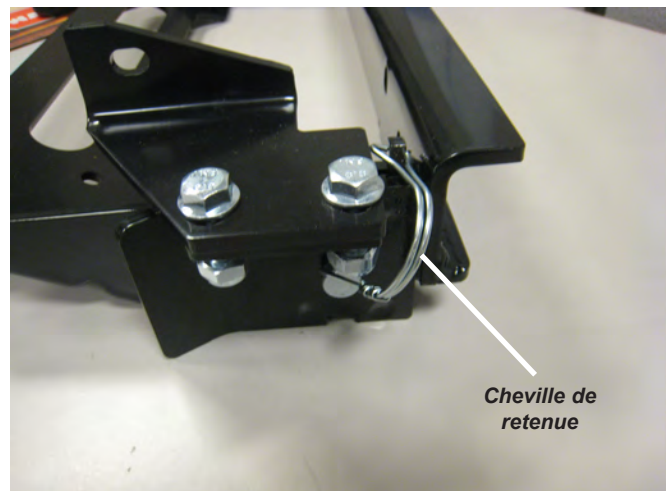

Figure 8
5. Les deux galets d'alignement étant bien enfoncés, insérez les chevilles de retenue. Une fois l'insertion faite, accrochez les fixations de retenue des chevilles à la languette de verrouillage du kit de montage de lame (voir la figure 8). Pour plus d'informations, consultez la section « Installation de la lame » du manuel de l'utilisateur de la lame.